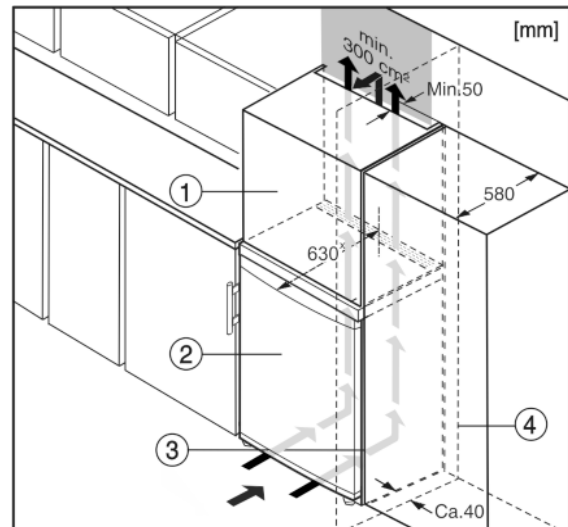

Fig. 10
- (1) Mobile da appoggio*
- (2) Apparecchio*
- (3) Mobile da cucina*
- (4) Parete*
L'apparecchio può essere incassato in mobili da cucina. Per adattare l'apparecchio Fig. 10 (2) all'altezza della cucina componibile, è possibile applicare sopra l'apparecchio un mobile da appoggio Fig. 10 (1).
Nell'incasso con mobili da cucina (profondità max. 580 mm) l'apparecchio può essere installato direttamente accanto al mobile da cucina Fig. 10 (3). L'apparecchio sporge di lato 34 mm* e al centro dell'apparecchio 50 mm* rispetto al frontale del mobile da cucina.*
Se l'apparecchio con cerniere viene installato accanto ad una parete *Fig. 10 (4)*, la distanza minima fra l'apparecchio e la parete deve essere almeno di 40 mm, che corrisponde alla sporgenza della maniglia con la porta aperta.*